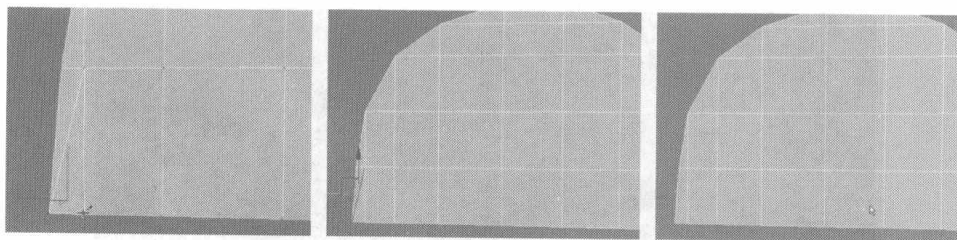

图 7.227
- 04** 单击右键，在弹出的快捷菜单中选择 Cut 命令，对照图 7.227 中的位置，切出细分曲线，然后单击右键，在弹出的快捷菜单中选择 Remove 命令，将曲线移除，另一边也用同样的方法添加删除曲线。